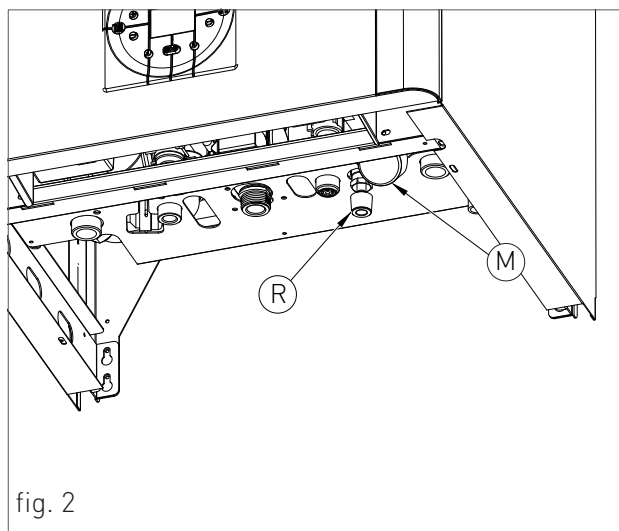

fig. 2
Per il posizionamento, operare come segue (vedi fig. 2):
3. aprire il rubinetto di carico "R" (fig. 2);
4. controllare attraverso il manometro "M" (fig. 2) che la pressione dell'impianto raggiunga 1.2 bar, corrispondente alla metà della zona verde 'ZV'(fig. 3);
5. ad operazione avvenuta, assicurarsi che il rubinetto di carico "R" (fig. 2) sia ben chiuso.